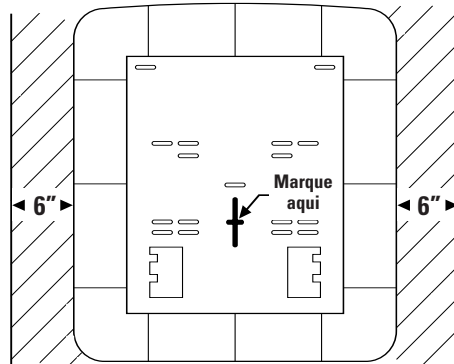

Figura 1
1. Ubique la distribuidora en la pared de manera que el borde inferior quede a una altura de 46" (1,16 m) desde el piso y haga una marca en la pared en el centro de la ranura de montaje, como se ilustra en la figura 1. **IMPORTANTE:** Deje un mínimo de espacio libre de 6" (15 cm) a ambos lados de la distribuidora.